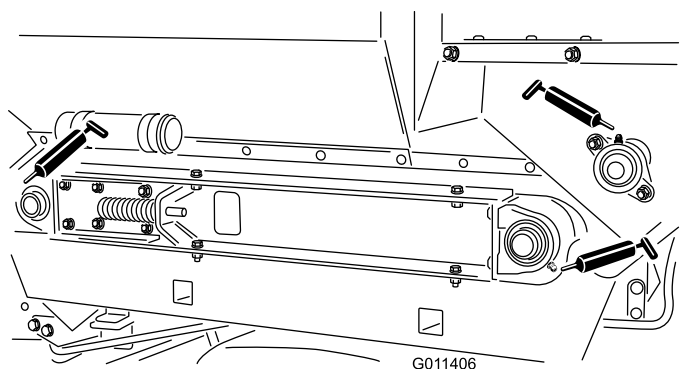

Figura 21
Posizione e numero di raccordi (Figura 21) di ingrassaggio sono: Cuscinetti dell'albero del rullo (4) e cuscinetto dell'albero della spazzola (1).